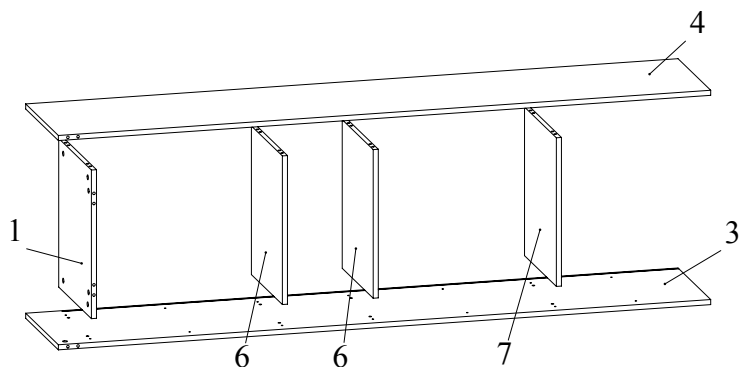

Рис.4
6. Установить полки 6, 7 и крышку 1 на боковину 3 и зафиксировать, повернув конфирматным ключом головки минификсов по часовой стрелке до упора (Рис. 4).
7. Установить боковину 4 на полки 6, 7 и крышку 1 и зафиксировать, повернув конфирматным ключом головки минификсов по часовой стрелке до упора (Рис. 4).